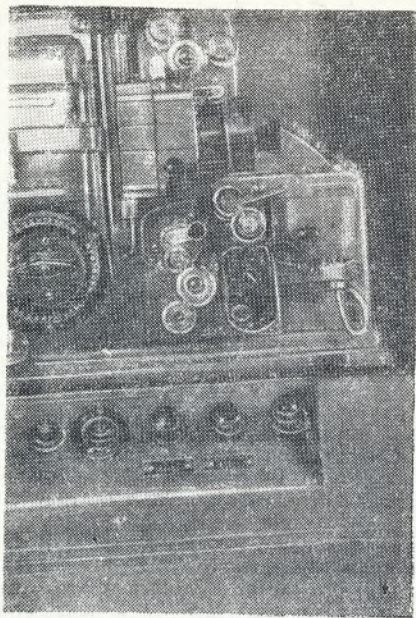

Рис. 2. Крепление приставки
Методика проведения остальных измерений ясна из рис. 2, 3 и 4.
Крепление приставки на проекторе хорошо видно на рис. 2.
2. Магнитная головка в рабочем положении прижимается к фильму пружиной при помощи пластмассовой ручки 6 (см. рис. 2). Определенная плоскость ручки при поворо-